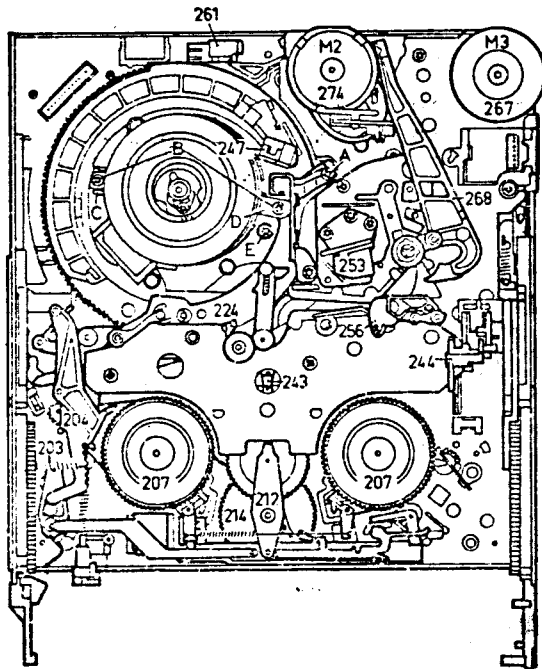

Fig. 3-1-17
- Hintere Schraube (Pos. A; Abb. 3-1-17) des Kopfverstärkerträgers lockern.
- Scannerbefestigungsschrauben (Pos. C, D) lösen (Abb. 3-1-17), linke Klemmplatte entfernen. Rechte Klemmplatte wegschwenken.
- Scanner ausbauen 3.1.14 (Abb. 3-1-17)
- Rechte Scannerbefestigungsschraube E (Abb. 3-1-17) markieren. Schraube rechts drehen bis zum Anschlag (Umdrehungen zählen).